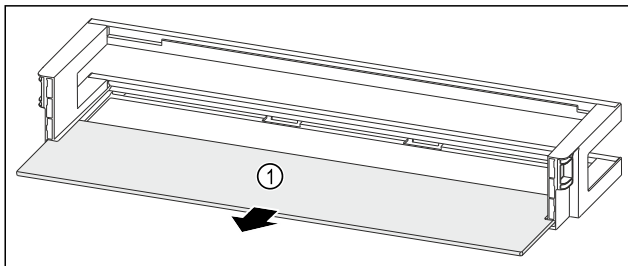

Fig. 114 Türabsteller mit Abstellfläche
- ▶ Abstellfläche Fig. 114 (1) entnehmen.